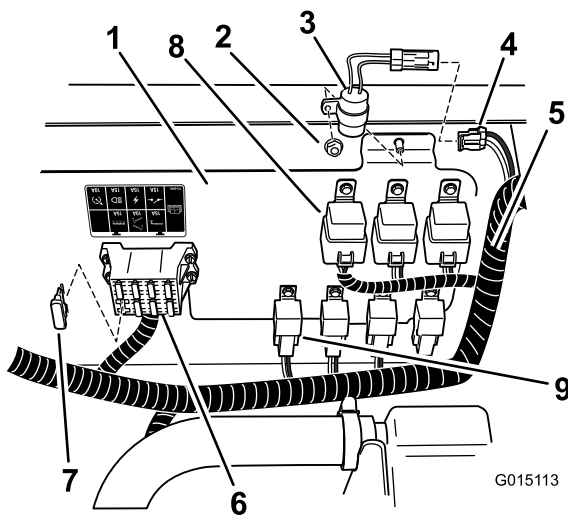
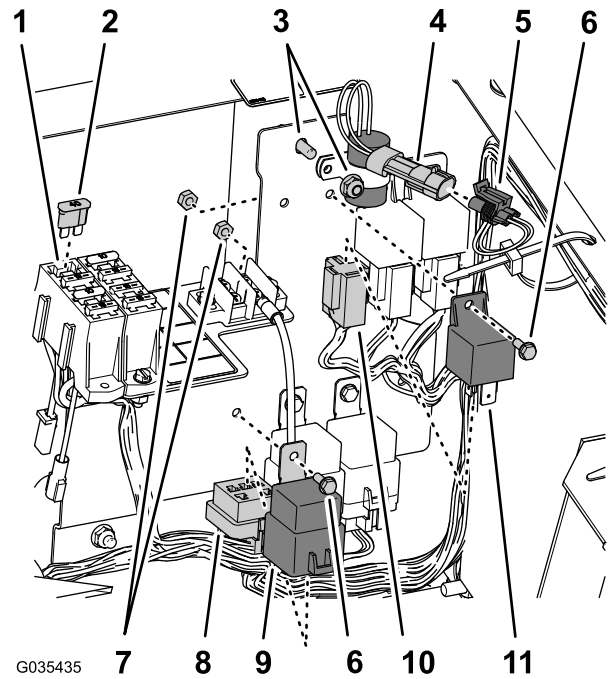
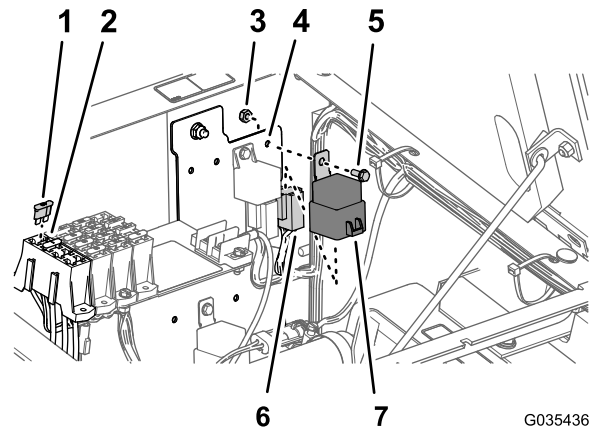

图33
图34
图35
- 用配电板上的锁紧螺母将延时计时器安装到图33或图34所示的位置。
- 将计时器连接至机器线束标有延时计时器的2 插槽接头图33或图34。
- 如图33、图34或图35所示在保险丝盒的空槽中安上安保险丝40A。
4. 找到和同一继电器款式相同的继电器和电源继电器并用 2 个凸缘头螺栓#10-24 x 1/2 英寸和 2 个锁紧螺母#10-24将其安装到配电板上图33、图34 或图35。
5. 如图33、图34 或图35 所示找到主线束的 4 插槽接头和 5 插槽接头将它们连接到继电器 4 针和电源继电器 5 针上。